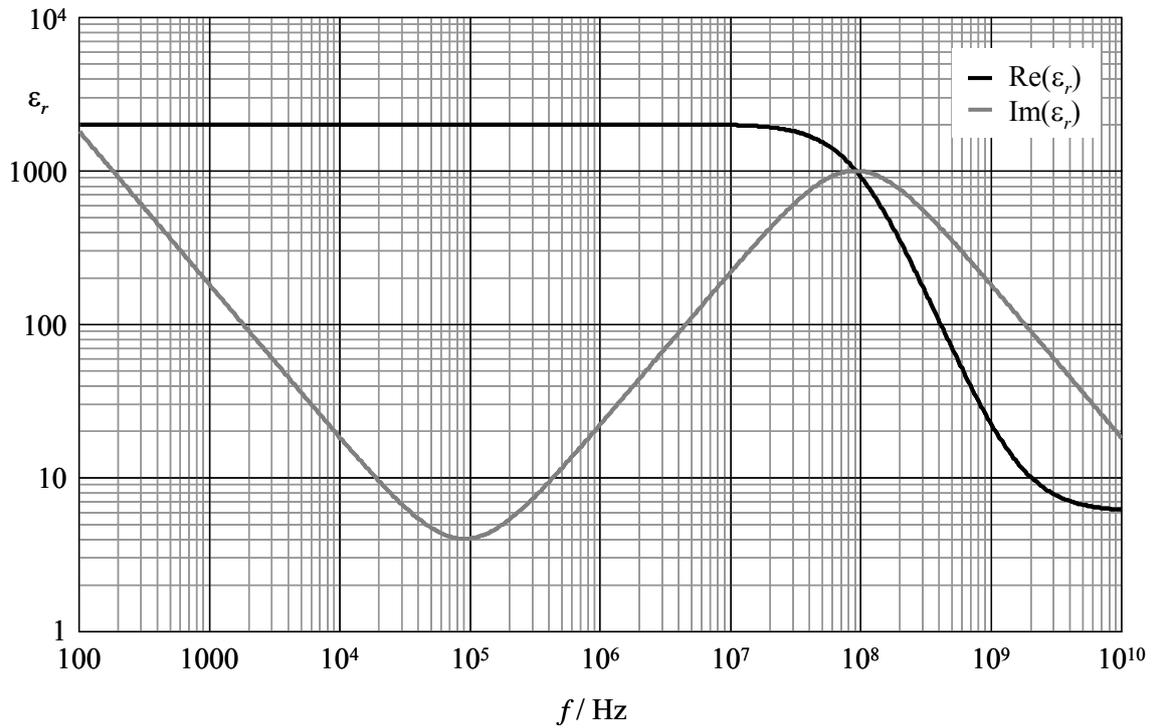

Bild 2
In Bild 2 sind Real- und Imaginärteil der komplexen Dielektrizitätszahl der Probe aus Bild 1 über der Frequenz aufgetragen.
e) Zeichnen Sie für den Kondensator aus Bild 2 ein für den Frequenzbereich von 0 Hz bis 30 kHz gültiges, möglichst einfaches Ersatzschaltbild. (2 Punkte)